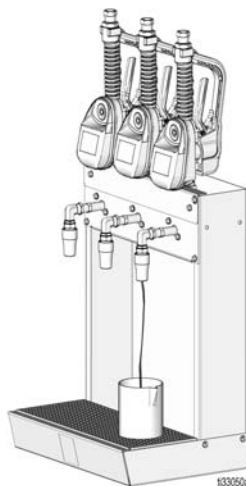

FIG. 18
2. Coloque um recipiente embaixo da válvula de drenagem do bar de óleo (FIG. 18). Abra o bico.
3. Puxe o gatilho para distribuir a maior quantidade possível do produto ainda presente nas tubulações (FIG. 18).